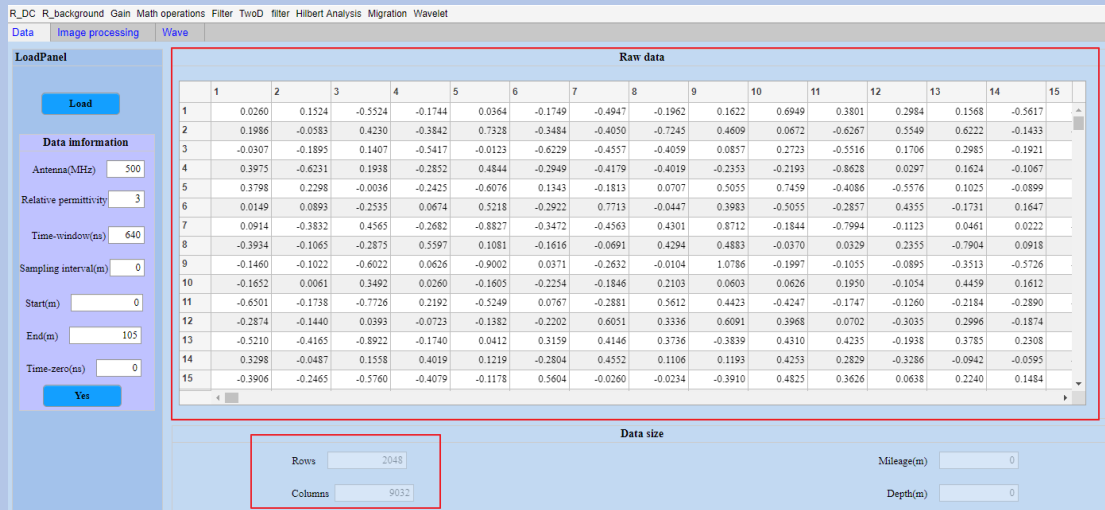

图 8-13 Case3 加载数据
(1) 读入数据，如图 8-13 可以看到该数据是 2048 采样的，并且具有 9032 个 traces。